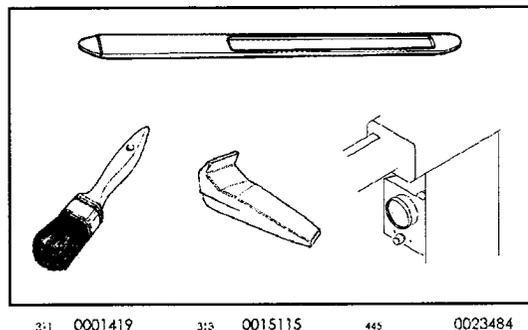

Рис. 3
1.8 СТАНДАРТНОЕ ДОПОЛНИТЕЛЬНОЕ ОБОРУДОВАНИЕ (рис. 3)